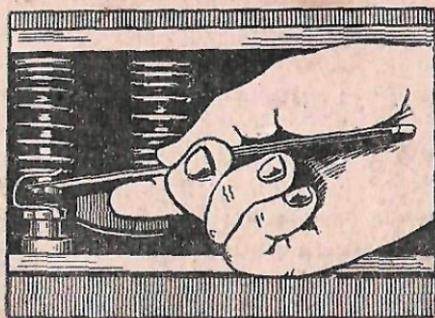

Рис. 17. Проверка зазора между толкателем и клапаном
3) проверить щупом толщиной $0,35$ мм ($0,014''$) зазор между торцом стержня выпускного клапана первого цилиндра и регулировочным болтом его толкателя (рис. 17); щуп должен входить с небольшим усилием;